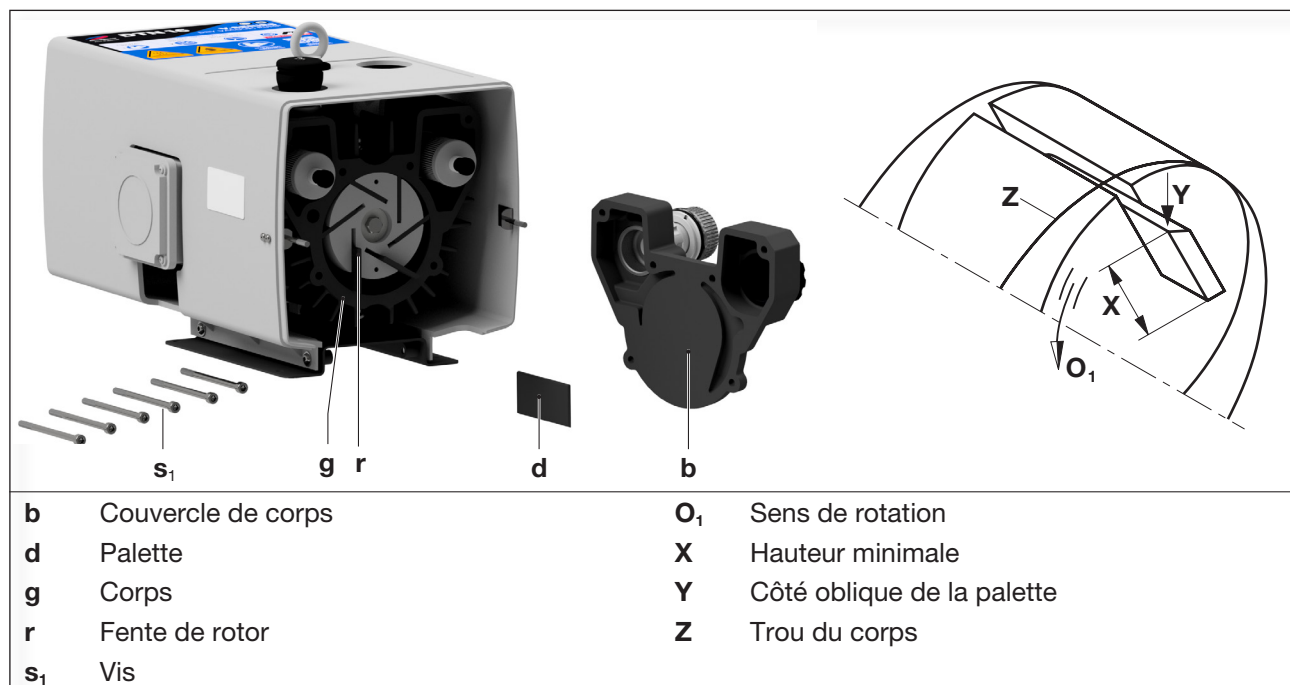

Fig. 5 Remplacement des palettes
- c) Desserrez six vis (Fig. 5/s1) sur le couvercle du corps (Fig. 5/b) et retirez le couvercle du corps.
- d) Extrayez toutes les palettes (Fig. 5/d) pour les contrôler.
La hauteur minimale des palettes doit être de (Fig. 5/X) :
- g) Soufflez le corps (Fig. 5/g) et la fente du rotor (Fig. 5/r).
- h) Insérez toutes les palettes (Fig. 5/d) dans les fentes du rotor (Fig. 5/r). Lors de l'insertion, veillez à orienter les palettes côté oblique (Fig. 5/Y) orienté vers l'extérieur et à les faire correspondre à l'arrondi du trou du corps (Fig. 5/Z) dans le sens de rotation (Fig. 5/O1).
- i) Montez le couvercle du corps (Fig. 5/b) à l'aide des six vis (Fig. 5/s1).